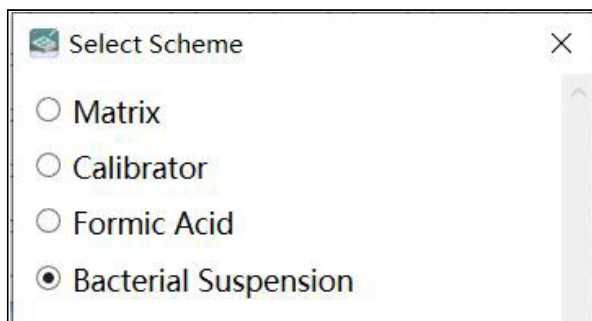

Рисунок 5.36 Флажок плана выборки
1) Вставить: Вставить текущий метод в набор методов, нажав «Clear» («Очистить»), «Quit» («Выйти») и «Save» («Сохранить»). будет отображен в Таблице. и цвет зеленый, как показано на рисунке 5.35, выскочит флажок схемы конфигурации пневматического насоса. Если необходимо выбрать схему выборки, см. рисунок 5.36.